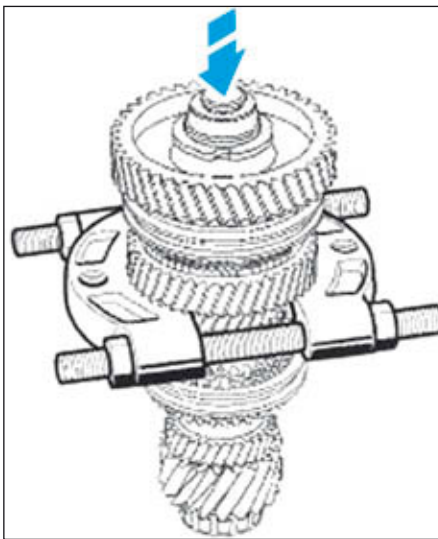

FIG.25
- Déposer, à l'aide d'une presse et d'un décolleur l'ensemble "bagues - pignons - moyeux" (Fig.25) en prenant appui sous le pignon de 2^e.